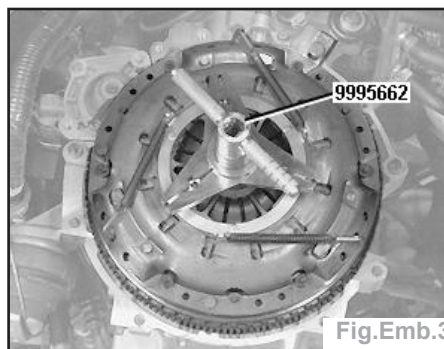

Fig.Emb.3
- Poser l'outil de compression **999 5662**, ainsi que le kit de conversion sur l'embrayage (Fig.Emb.3).